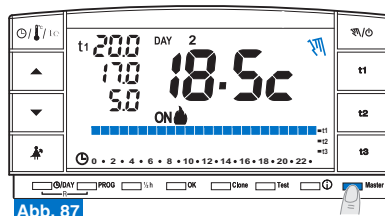

Abb. 87
- Die Taste "Master" kurz drücken; am Display verschwindet das Wort **Master**: der Zeithermostat bleibt im "Dauer-Manualbetrieb" und die dem Master zugewiesenen Zonen kehren unter die Kontrolle der jeweiligen Sender zurück. (Beispiel in Abb. 87).